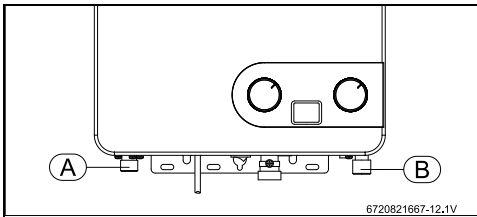

Fig. 14 Conexión del agua
- ▶ Identificar el tubo de agua fría (→ Fig. 14, ítem B) y el tubo de agua caliente (→ Fig. 14, ítem A), para evitar cualquier conexión equivocada.